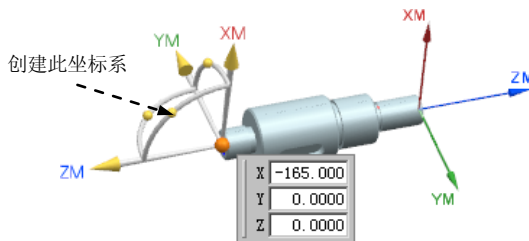

图 9.35 创建坐标系
Step3. 在“MCS 主轴”对话框中单击“CSYS 对话框”按钮 , 系统弹出“CSYS”对话框, 然后单击“点对话框”  按钮, 系统弹出“点”对话框, 在该对话框 **X** 文本框中输入 -165.0, 单击 **确定** 按钮。在图形区域旋转坐标系至图 9.35 所示的方向。